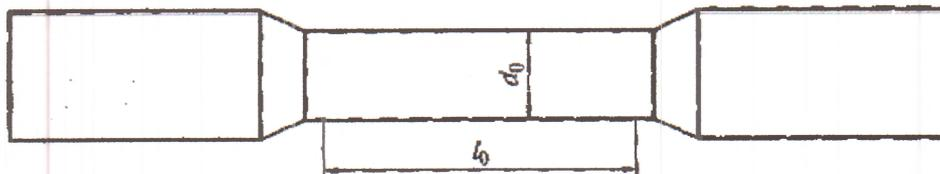

Рис. 1.6. Образец для испытаний:
9. Определите: относительное удлинение δ и марку конструкционной стали, если при испытании стандартного образца из этой стали (рис. 1.6) на разрыв его начальные размеры составляли: $d_0 = 10$ мм и $l_0 = 112$ мм. Длина образца после разрыва $l_k = 143$ мм. Предполагаемые марки стали: 30 ($\delta = 20\%$); 45 ($\delta = 22\%$); 55 ($\delta = 27\%$).